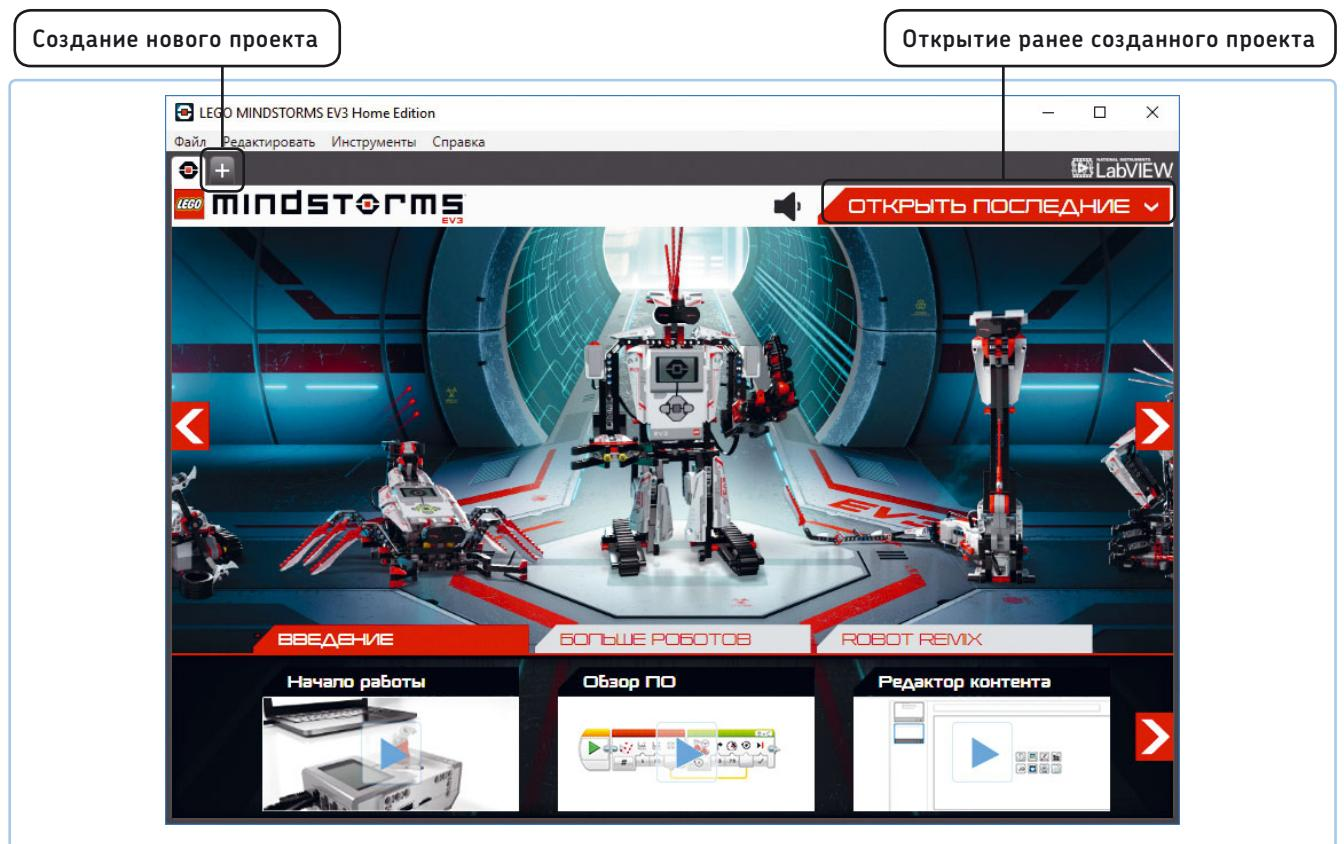

Рис. 3.2. Программное лобби EV3. Нажмите на символ +, чтобы начать новый программный проект
- Создайте проект новой программы, щелкнув мышью по кнопке + в левой верхней части экрана, как показано на рис. 3.2.
Чтобы открыть проект, сохраненный ранее, выберите команду меню **Файл** > **Открыть проект** (File > Open Project) или используйте раскрывающийся список **Открыть последний** (Open Recent) на начальном экране-лобби (см. рис. 3.2) и найдите файл проекта (как правило, они хранятся в каталоге `\Users\ваше_имя\Documents\LEGO Creations\MINDSTORMS EV3 Projects`).